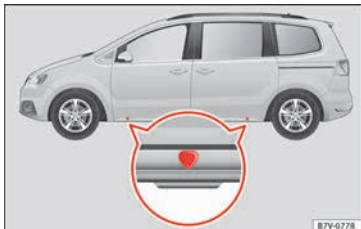

Abb. 70 Aufnahmepunkte für den Wagenheber.
Der Wagenheber darf nur an den geeigneten Aufnahmepunkten (Markierungen in der Karosserie) angesetzt werden » **Abb. 70**. Die Markierung zeigt die Position der Aufnahmepunkte **unter** dem Fahrzeug an. Die Aufnah-
6. Den Wagenheberaufnahme- » **Abb. 70** unter dem Fahrzeug suchen, der dem zu wechselnden Rad am nächsten liegt.